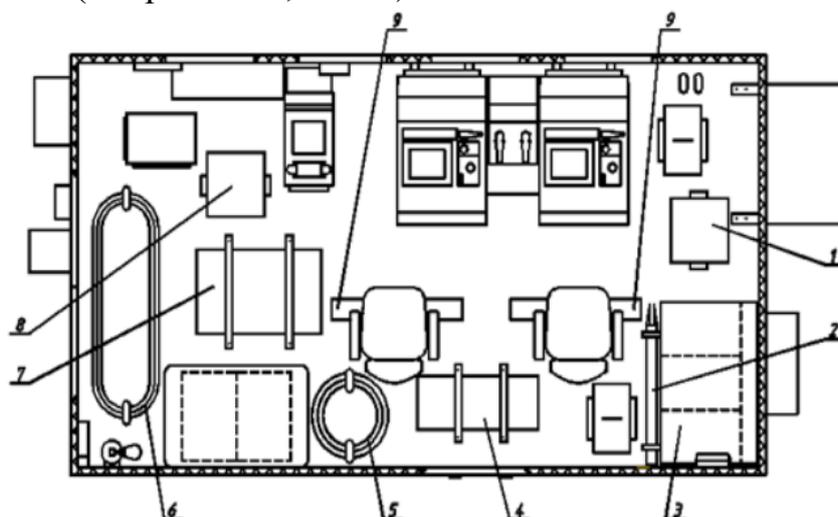

Рис. 5.10. Размещение имущества в кабине ИП:
- разложить диэлектрические коврики (рис. 5.10, поз. 9) перед аппаратурой в проходах кабины;
- уложить детали крепления ящиков и кресел операторов в свободный ящик шкафа ЗИП (см. рис. 5.10, поз. 3).
- освободить кабели № 2, 3, 5, 21, 1, 7 (см. рис. 5.10, поз. 5, 6), которые находятся в кабине ИП, от транспортного крепления;